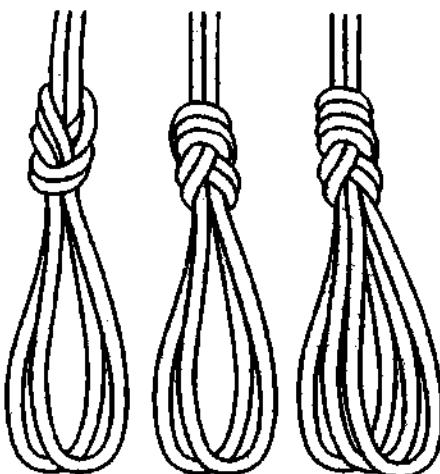

Рис. 457. Двойная и тройная фламандские петли.
**Двойная фламандская петля** такая же надёжная и крепкая, как и одинарная **фламандская петля** (рис. 457). В отличие от одинарной **фламандской петли** она легко развязывается, если, потянув петли в разные стороны, ослабить узел и вытянуть их назад в обратном порядке. **Двойная фламандская петля** применяется для равногораспределения нагрузки между двумя точками закрепления. Петли у неё легко могут быть отрегулированы. **Двойную фламандскую петлю**, также как и одинарную, можно связать как на середине, так и на конце троса. Узел может быть завязан различными способами. **Двойная восьмёрка** сохраняет от 60 до 80% полной прочности верёвки.